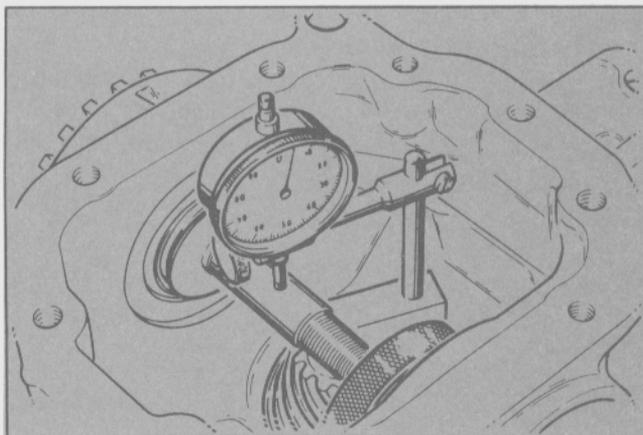

Fig. 42 - Indicación del reloj comparador.
- En cambio, si la aguja del indicador cambia de dirección a la derecha del cero, indica que el espesor de la arandela es inferior al correcto. Esta situación se observa por el desplazamiento del indicador en sentido de las agujas del reloj (Fig. 42).